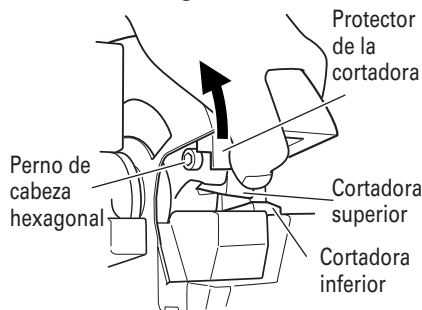

Fig. 10
- Si saca el perno de cabeza hexagonal con la llave Allen suministrada, podrá desmontar la cortadora. (Si empuja el protector de la cortadora hacia arriba en la dirección de la flecha indicada en la Fig.10, se facilitará el desmontaje de la cortadora superior).
- Sacando el perno de cabeza hexagonal con la llave Allen suministrada, podrá desmontar la cortadora. (Si empuja el protector de la cortadora hacia arriba en la dirección de la flecha indicada en la Fig. 10, se facilitará el desmontaje de la cortadora superior).